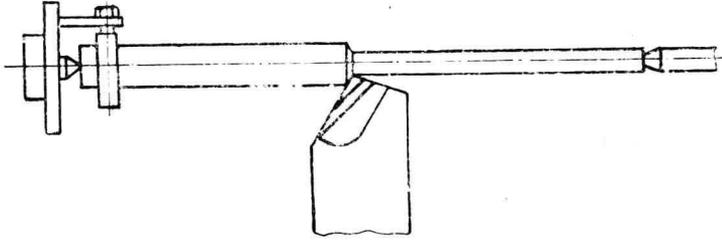

图15  $K_r = 60^\circ$ 车刀车细长轴
43. 已知工件材料 $\sigma_b = 637\text{MPa}$ 的碳钢，刀具材料YT15， $\gamma_0 = 15^\circ$ 、 $\alpha_0 = \alpha'_0 = 8^\circ$ 、 $K_r = 60^\circ$ 、 $K'_r = 10^\circ$ 、 $\lambda_s = -10^\circ$ 、 $\gamma_e = 0.5\text{mm}$ ，切削用量 $a_p = 1.5\text{mm}$ ， $f = 0.3\text{mm/r}$ ， $V = 80\text{m/min}$ ，车削如图15所示的 $L/D > 10$ 的细长轴。车削后发现两端直径小，中间直径大的腰鼓形状，为什么？试改变刀具哪几个角度的数值可以减少形状误差？